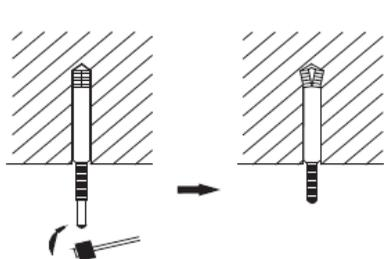

Рис. 3
- 1) Вставьте анкерный винт M10 в отверстие, а затем протолкните ось внутрь винта. Расстояние между отверстиями см. на чертеже внешних размеров внутреннего блока. Чтобы установить анкерные винты, см. рис. 3.